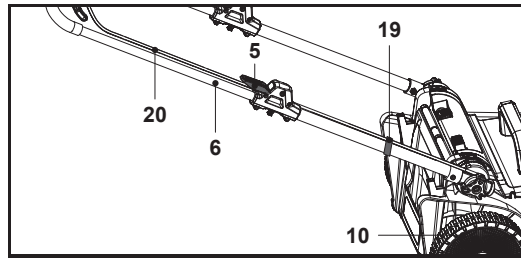

Fig. 4
9. Fixează cablul de control (20) în clema cablului (19) care poate fi preinstalată sub maneta de blocare (5) (fig. 4).